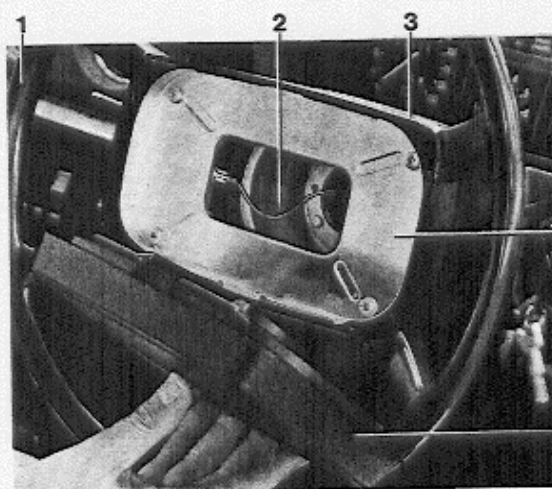

Abb. 6-1 Teile am Lenkrad
1. Die Polsterplatte (5, Abb. 6-1) von der Lenknabe abdrücken.